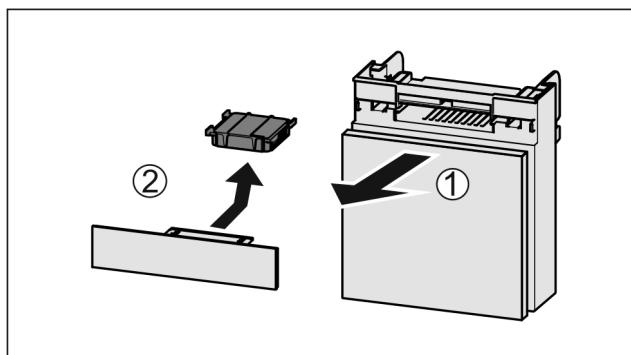

Fig. 94
- Потягніть Fig. 94 (1) відділення вперед.
- Витягнути Fig. 94 (2) фільтр з активованого вугілля.